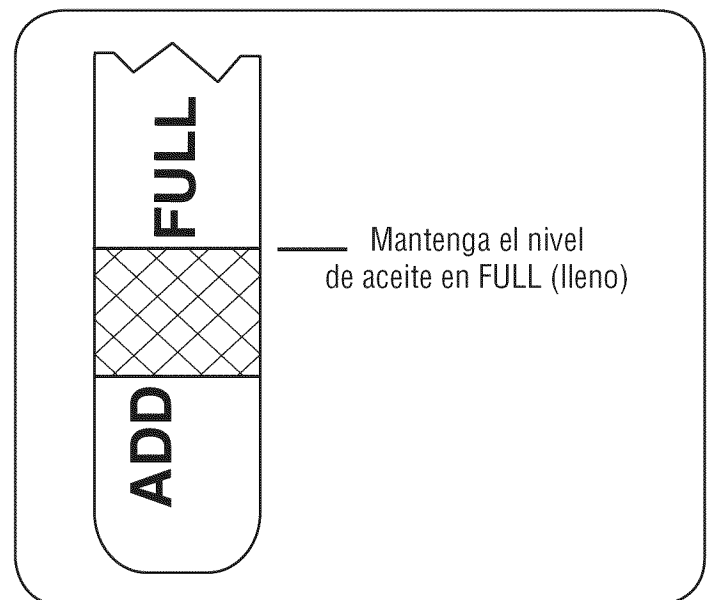

Figura 11
- Desenrosque y retire el tapón de llenado de aceite del tubo de llenado de aceite. Fíjese en el nivel de aceite. Si la lectura en la varilla del nivel de aceite está por debajo de la marca "ADD" (agregue), agregue aceite lentamente hasta alcanzar el nivel "FULL" (lleno). Vea la Figura 11.